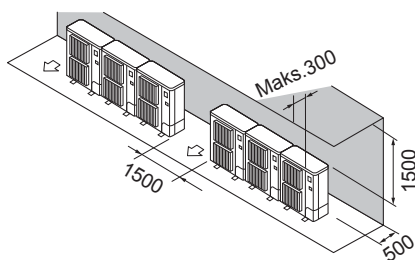

Fig. 2-10
- ② Kun forhindringer bagved og ovenover (Fig. 2-10)